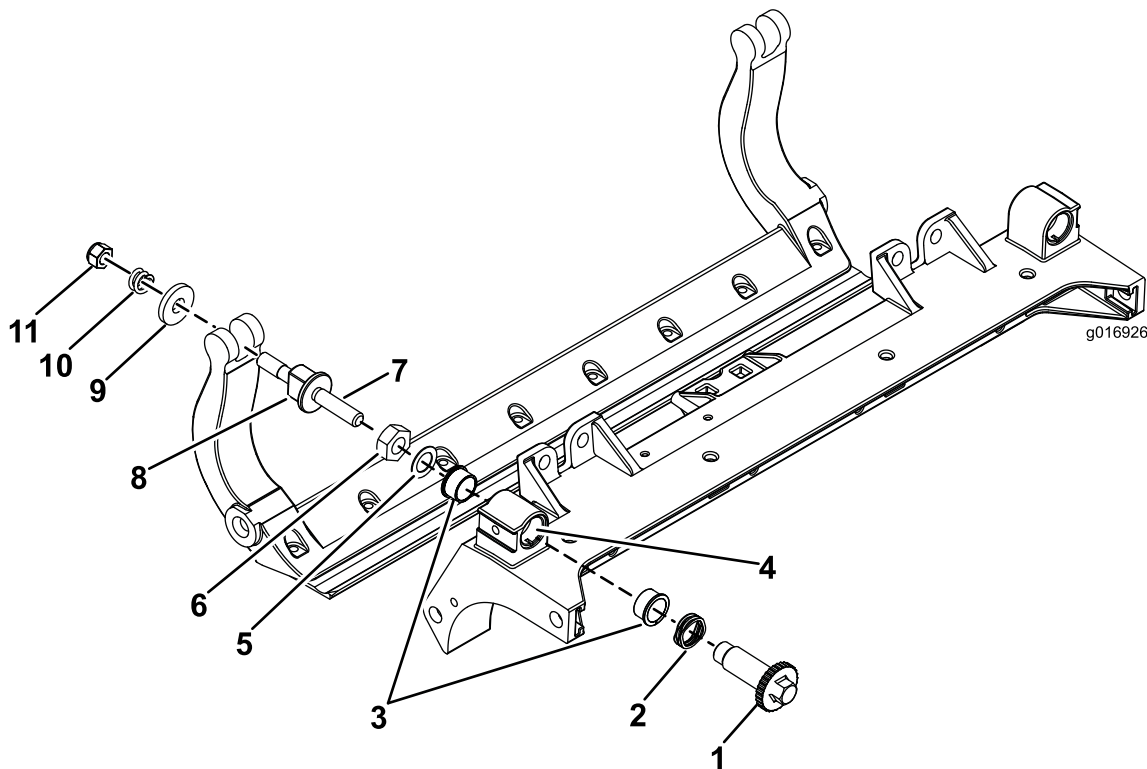

图 34
1. 拆除所有零件请参阅 HD DPA 套件 安装说明和 图 34。
2. 将防粘剂涂抹到滚刀组中心机架图 34的轴套区内侧。
3. 将凸缘轴套上的键与机架的槽对准然后安装轴套图 34。
4. 将一个波形垫圈安装到调节器轴上然后将调节器轴滑入滚刀组机架中的凸缘轴套内图 34。
5. 使用扁平垫圈和锁紧螺母固定调节器轴图 34。
12. 在两个尼龙垫圈的外侧各放一个钢垫圈图 34。
注意 内侧的垫圈可能有空隙图 34。
15. 旋紧每个底刀架调节器总成上的螺母直到加压弹簧完全压缩然后往回松开 1/2 圈图 34。